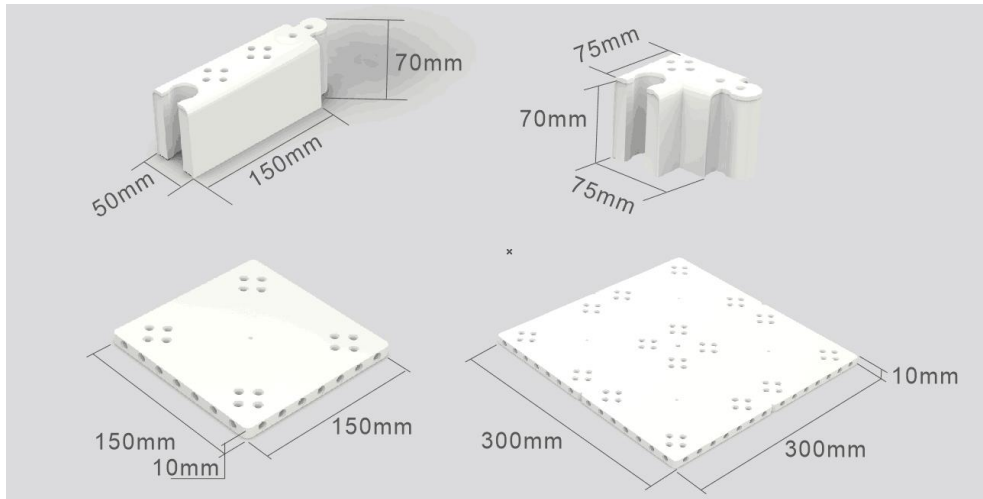

图2 可拼装的塑料部件
2.1.1 赛台是可拼装的塑料部件拼接的。这些部件有边长 150mm 的方形小底板、边长 300mm 的方形大底板、150mm×70mm×50mm 的挡板及外边长 75mm 的转角等四种，如图 2 所示。